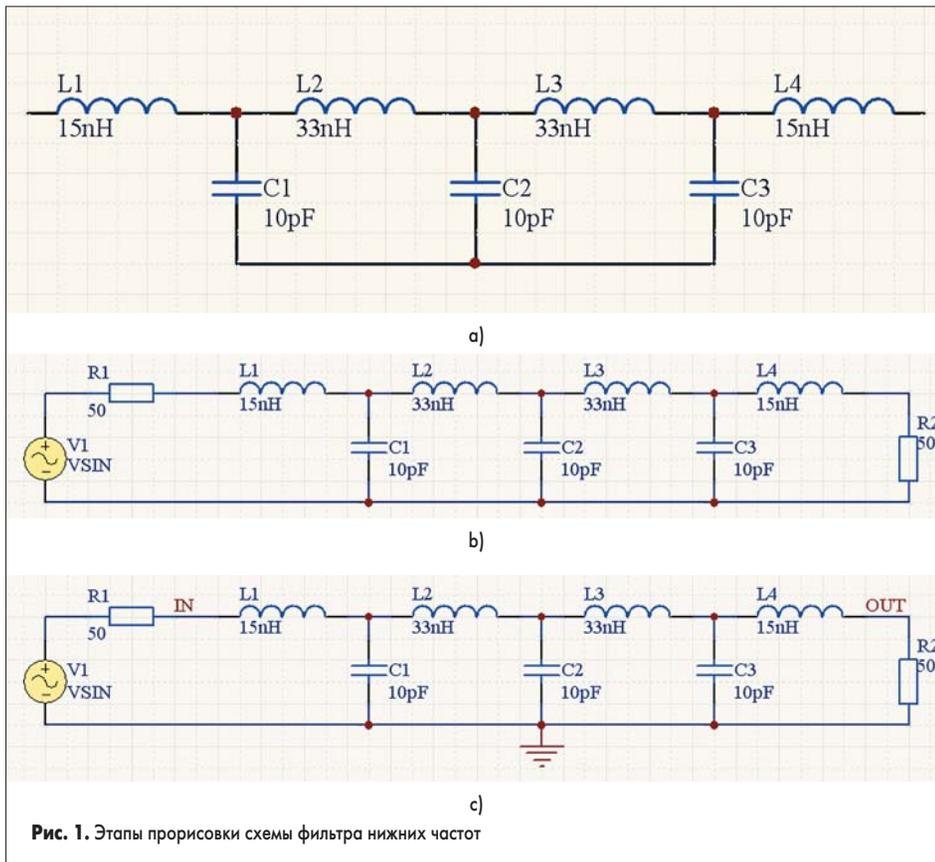

Рис. 1. Этапы прорисовки схемы фильтра нижних частот
- Выполним команду меню Place/Wire (горячие клавиши P, W) и прорисуем связи между компонентами, как показано на рис. 1, а. Собственно схема фильтра готова, но для правильного моделирования ее частотных характеристик необходимо добавить еще несколько элементов: входную и выходную нагрузки, источник сигнала и метки цепей. В качестве нагрузки будем использовать обычные резисторы номиналом 50 Ом. Можно взять резисторы Res1, сохраненные в библиотеке Miscellaneous Devices.IntLib, но их начертание отличается от принятого в России, поэтому мы воспользуемся исправленными символами резисторов, которые мы нарисовали при создании схемы мультивибратора и сохранили в проекте на одном из первых занятий.
- Выполним команду меню Place/Wire (горячие клавиши P, W) и прорисуем связи между компонентами, как показано на рис. 1, b.
- Разместим символ заземления, как показано на рис. 1, с.
- Разместим метку цепи IN на связи между резистором R1 и катушкой L1 (рис. 1, c).
- Аналогичным образом создадим метку OUT и разместим ее между катушкой L4 и резистором R2 (рис. 1, c).